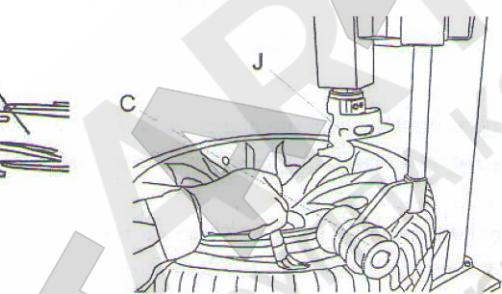

Рис.9
- Надавить прижимным роликом С, Г на борт шины (3 см), смазать борт по окружности, нажать педаль, стол начнет вращение и борт будет отрываться от обода колеса. Поднять прижимной ролик С, Г (рис.9).